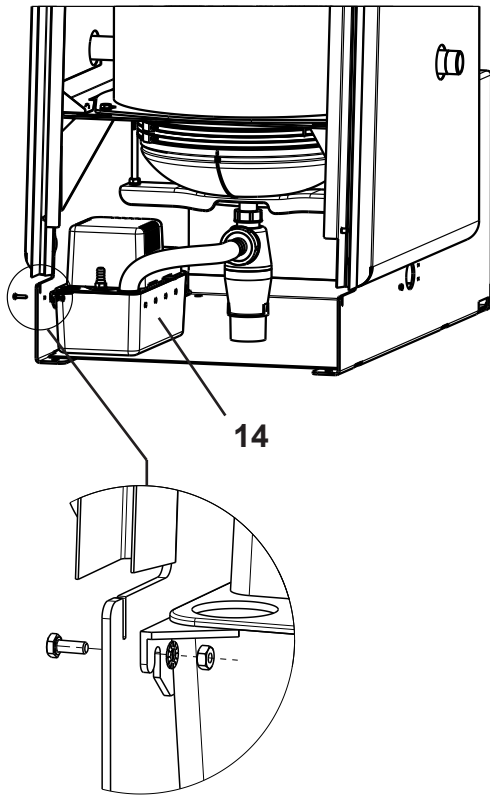

Fig. 18
1. Montați pompa de circulație a condensului. (14, Fig. 18).